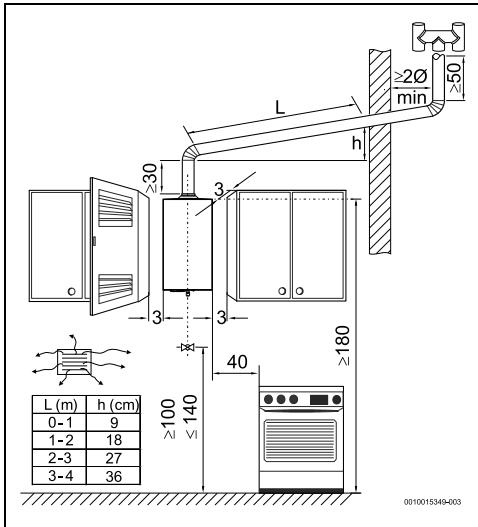

Bild 10 Mindestabstände (cm)
- Die in Bild 10 angegebenen Mindestabstände einhalten.
- Freien Zugang für Wartungsarbeiten sicherstellen und hierfür die in Abbildung 10 angegebenen Mindestabstände einhalten.